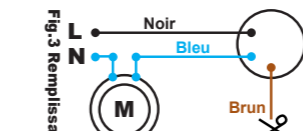

Fig.3 Remplissage
- Remplissage: (Fig.3) en utilisant les fils noirs et bleu/gris, le circuit se ferme si le régulateur est dirigé vers le bas, et il s'ouvre si le régulateur est dirigé vers le haut. Attention : isoler le câble marron.